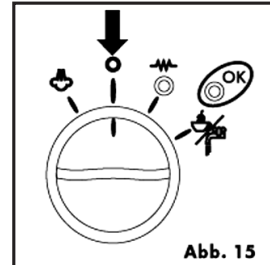

Abb. 15
9. Zum Ausschalten der Kaffeemaschine, den Wahldrehschalter auf "0" drehen (Abb.15).
6. Sobald Sie die Milch um das Doppelte aufgeschäumt haben, die Aufschäumdüse tief eintauchen, um die Milch weiter zu erwärmen (Abb.19). Sobald die gewünschte Temperatur erreicht wurde (der Idealwert liegt bei 60°C), die Dampfabgabe unterbrechen. Dazu den Dampfdruckknopf im Uhrzeigersinn drehen und gleichzeitig den Wahldrehschalter auf "0" stellen (Abb.15).
4. Zur Unterbrechung des Warmwasseraustritts, den Dampfdrehknopf im Uhrzeigersinn zudrehen und den Wahldrehschalter auf "0" stellen (Abb.15).
5. Den Wahldrehschalter auf die Position  (Abb. 5) drehen und die im Behälter enthaltene Lösung bis zur Hälfte ablassen. Zur Unterbrechung dieses Vorgangs den Wahldrehschalter auf die Position „0“ stellen. (Abb. 15)